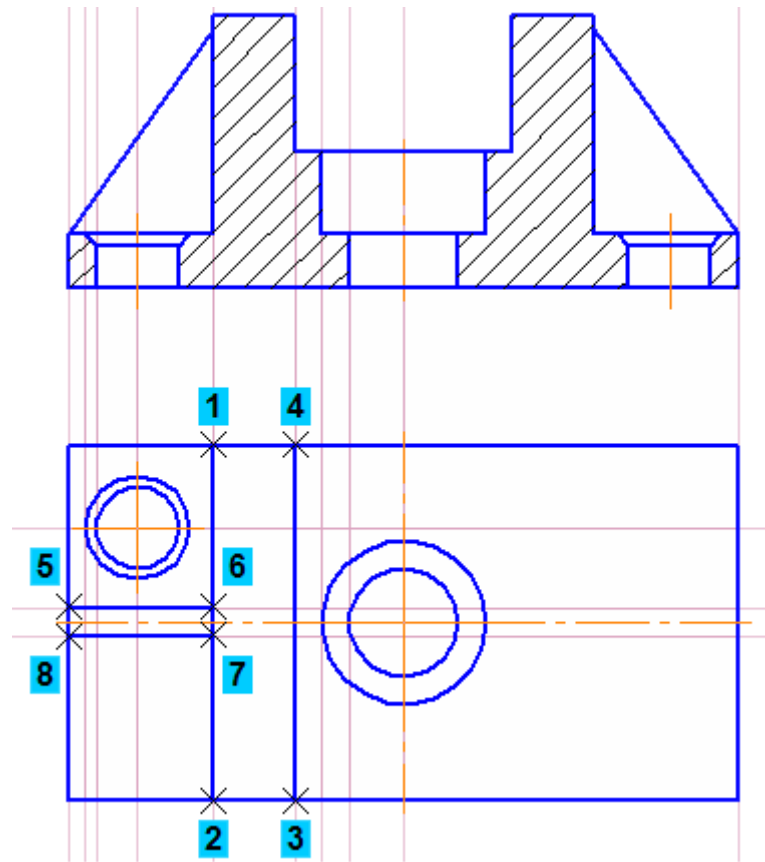

Рисунок 43.
- Постройте четыре отрезка: 1–2, 3–4, 5–6 и 7–8 (рис. 43).